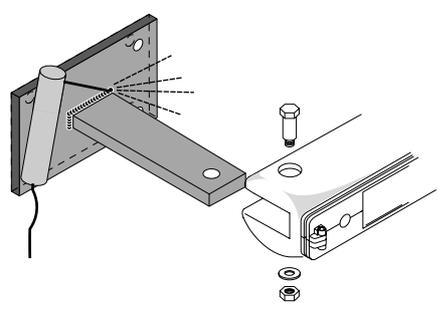

Fig. 5
- Montieren Sie den Antrieb an der hintere Antriebsbefestigung [11] (Abb. 5).